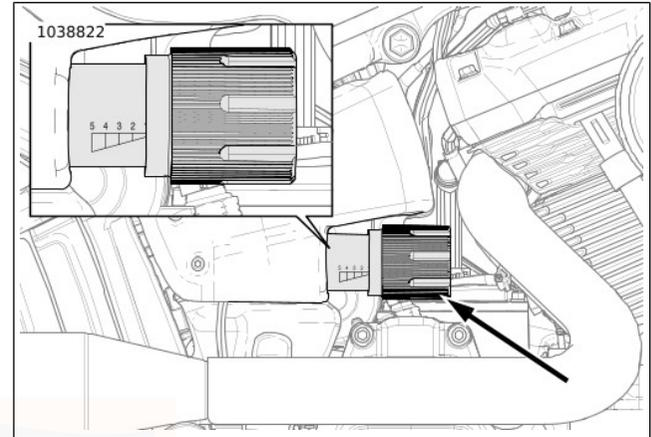

Abbildung 17. Vorspannungseinstellknopf
- b. Die Zunge des HAKENSCHLÜSSEL-SATZ (TEILE-NR.: 14900102) in die Schlitze am hinteren Stoßdämpfer einführen, und die Nockenwelle drehen, bis die korrekte Vorspannung (2) angezeigt (1) wird.
2. **Außen liegende Hydraulik:** Siehe Abbildung 17.